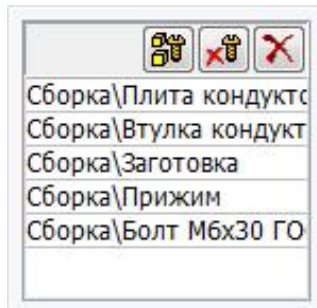

Рис. 5.13. Окно списка компонентов, подлежащих рассечению
- Последовательно удаляйте из окна элементы, не участвующие в сечении (рис. 5.13).